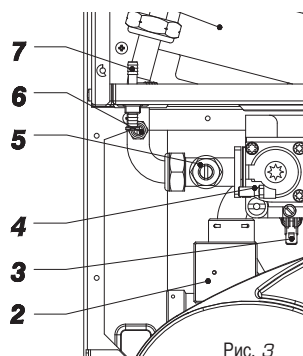

Рис. 3
Подсоединить дифманометр (знак +) со шкалой десятых долей в мм или Паскаль к клемме газа (6 Рис. 3).
1) Повернуть **против часовой стрелки**, до конца шкалы, триммер мощности отопления В (6 Рис. 3).